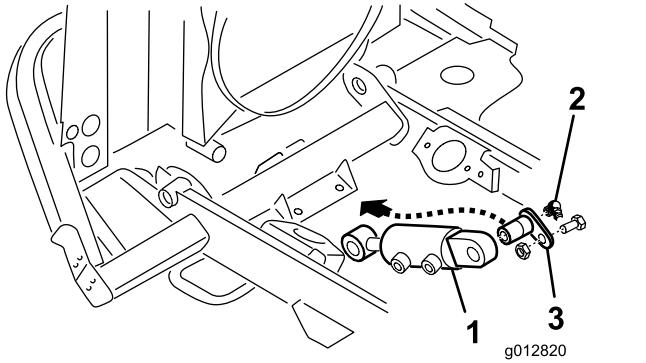

Figura 11
6. Monte el extremo fijo del cilindro hidráulico en la parte inferior del soporte del travesaño del bastidor con un pasador de giro (Figura 11).
7. Enrosque un engrasador en el extremo del pasador de giro (Figura 11).